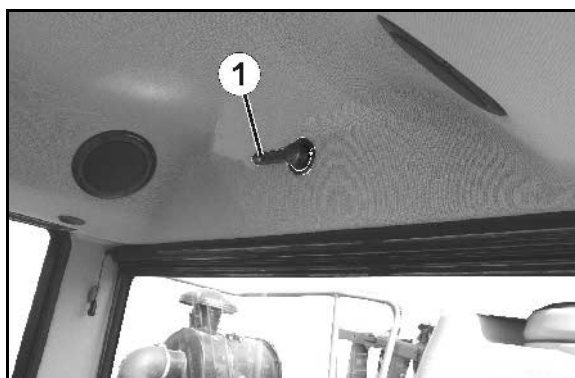

Fig. 161
1. Løsn grebet (Fig. 161/1) og drej kabinetaget opad.